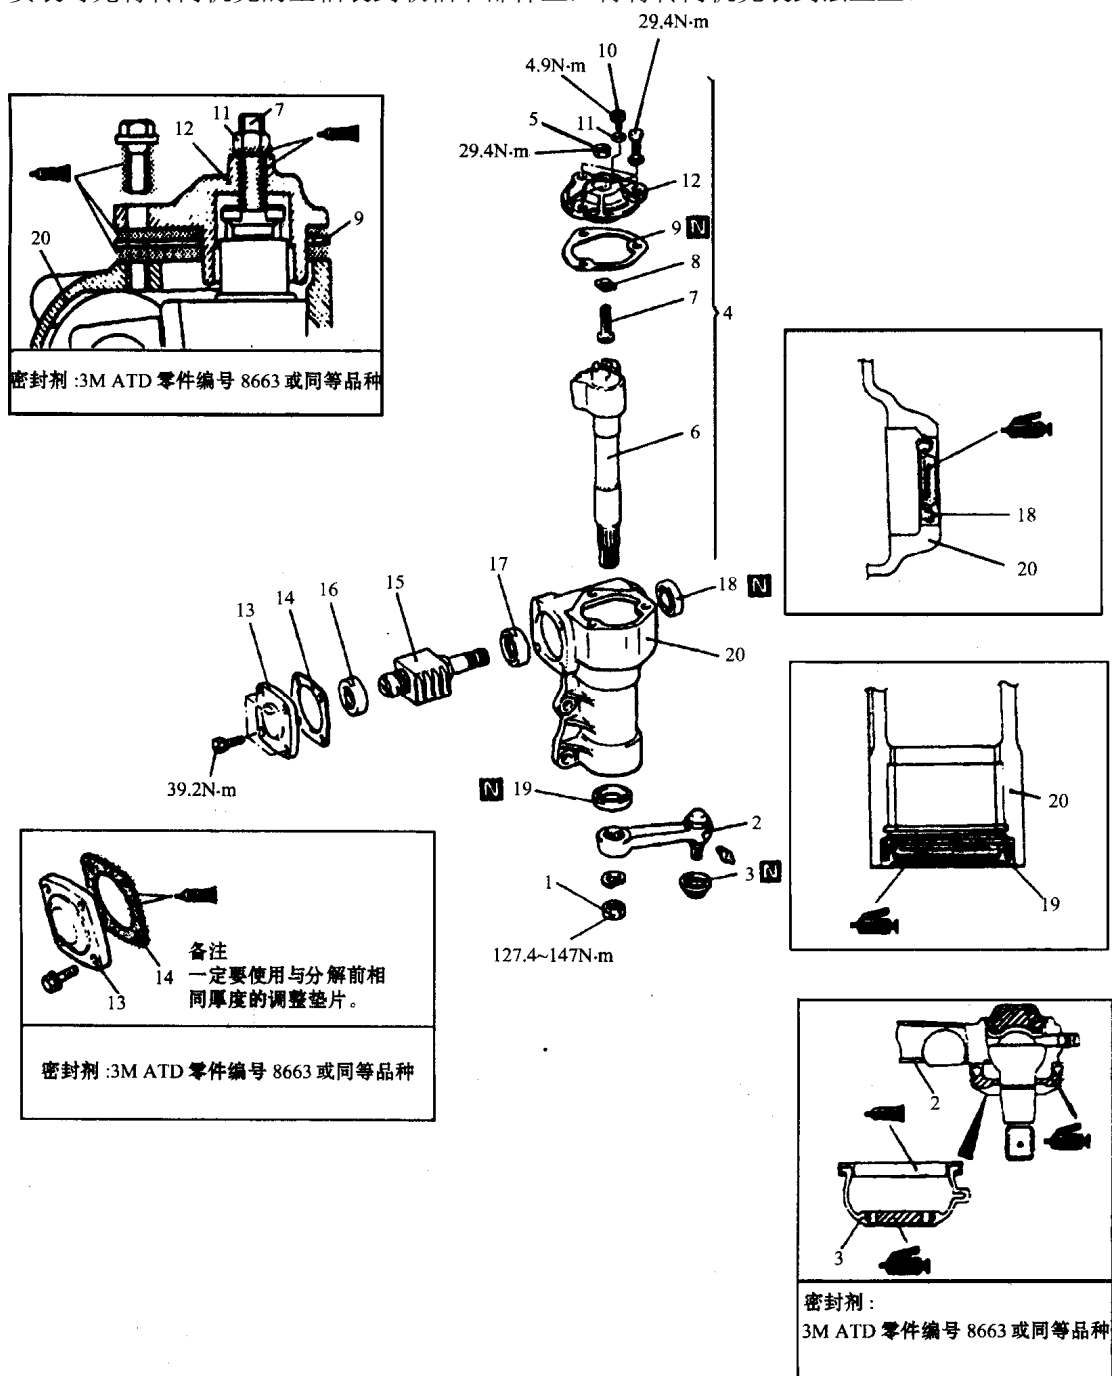

图7-15手动转向机壳的分解与装配
(1) 手动转向机壳的分解与装配见图7-15。分解前应拆下通气孔螺塞，排出转向齿轮油。安装时先将转向机壳的主轴装到联轴节部件上，再将转向机壳装到法兰上。